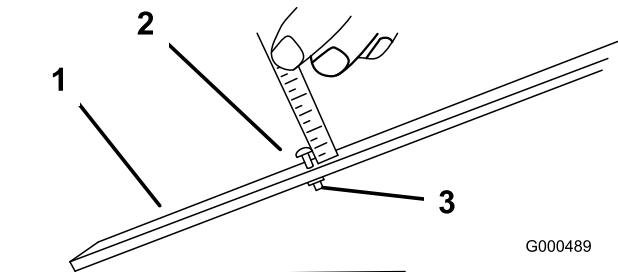

図 55
3. ゲージバー 図 55 のナットをゆるめ、調整ネジを希望の刈り高に合わせるねじ頭の下からバーの表面までの距離が刈り高となる。